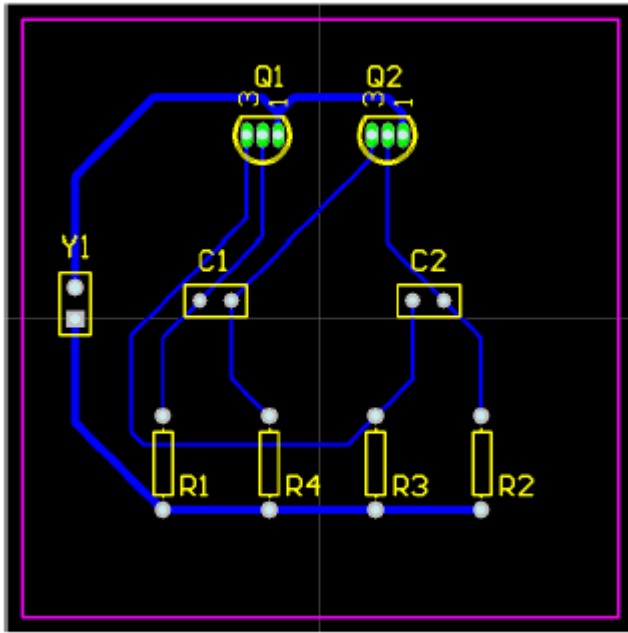

Figure 6. 手工布线板，导线放置在底层
11、现在你可按上述步骤类似的方法来完成板上剩余的布线。Figure 6 显示了手工布线的板子。